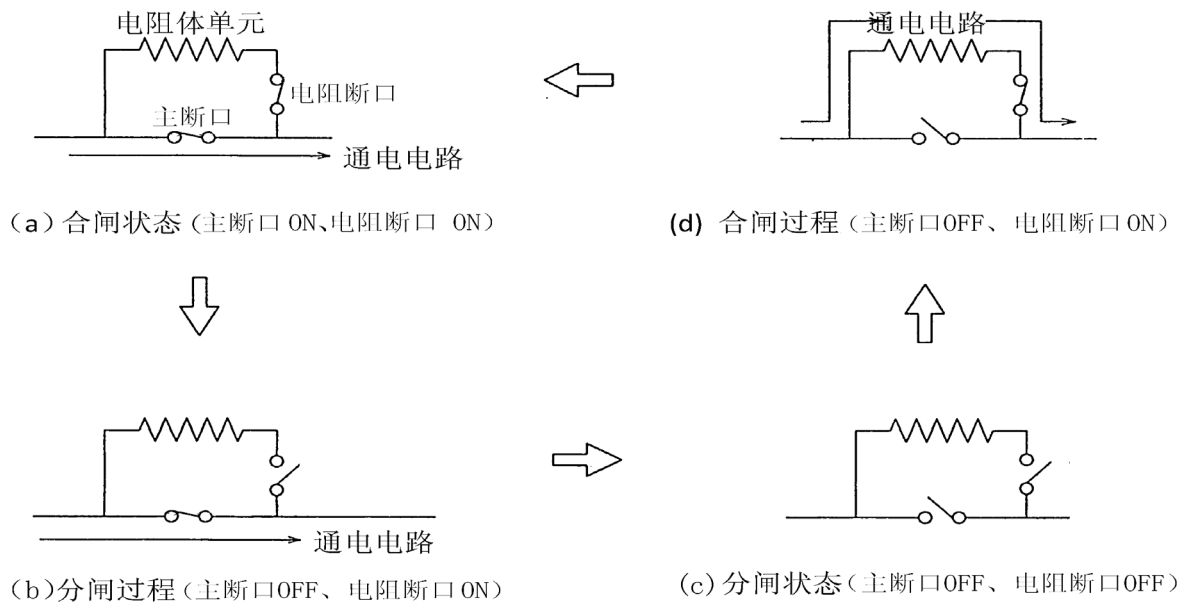

图 8 断路器动作顺序
按照图 8 对主断口以及电阻断口的动作顺序进行说明。
2.5.1.1 分闸动作（图 8、（a）→（b）→（c））
2.5.1.2 合闸动作（图 8、（c）→（d）→（a））